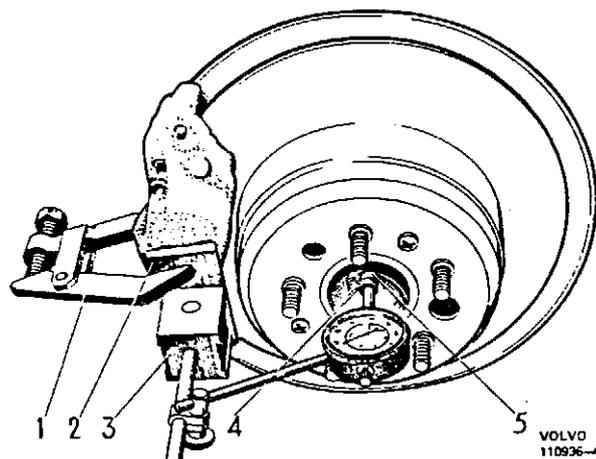

Abb. 29. Kontrollmessung, Axialspiel der Hinterachswelle
2. Flacheisenplatte (2, Abb. 29) mit dem Spannzeug SVO 2809 am Gehäuse des Bremssattels festspannen. Magnetständer (3) für die Meßuhr an der Flacheisenplatte anbringen.
3. Eine Stahlkugel (5) in die zentrische Bohrung der Hinterachswelle eindrücken und mit etwas Schmierfett festkleben. Bei der Messung einen Feintaster mit ebener Meßfläche verwenden.